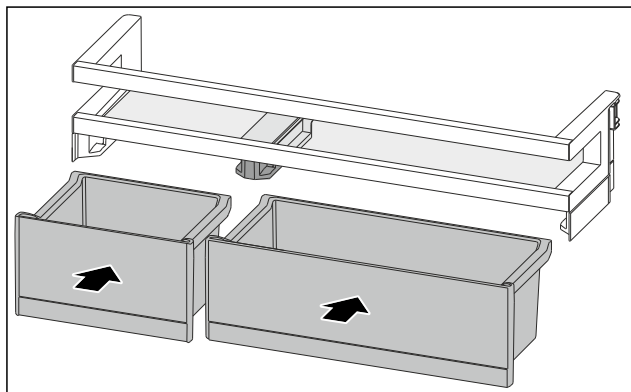

Fig. 116
- VarioBoxy vložte v opačném pořadí. (viz Fig. 116)